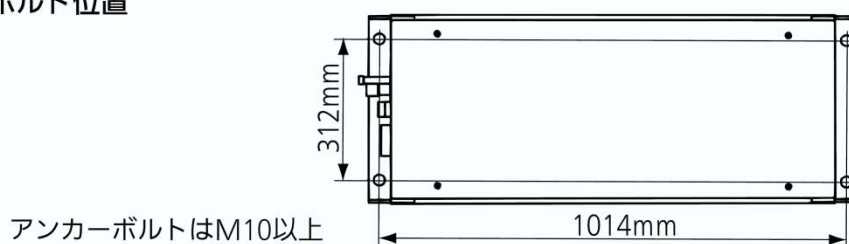

図1
- アンカーボルトはM10以上を使用してください。アンカーボルトは現地手配です。（図1）